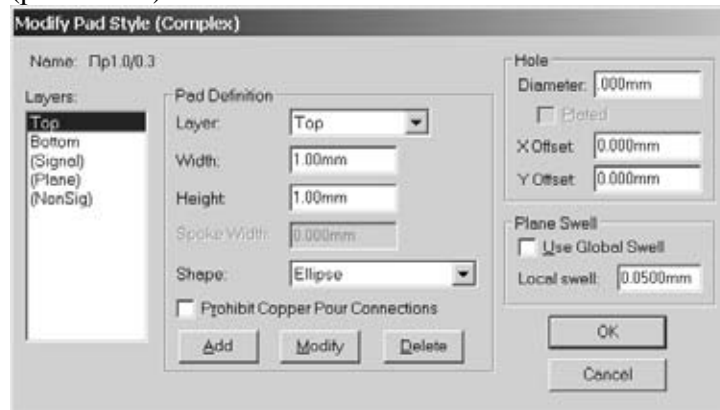

Рис.3.12.3
- Далее в диалоговом окне **Modify Pad Style (Complex)** (рис. 3.12.3) в списке **Layers** (Слой) выбрать слой **Top** (Верхний) и установить для него прямоугольную форму контактной площадки. Для этого в поле **Pad Definition** (Описание контактной площадки) в открывающемся списке **Shape** (Форма) выбрать значение **Rectangle** (Прямоугольник), установить размеры прямоугольника, равные по высоте (Height) 0,3 мм и по ширине (Width) 1.0 мм и нажать кнопку **Modify** (Модифицировать).